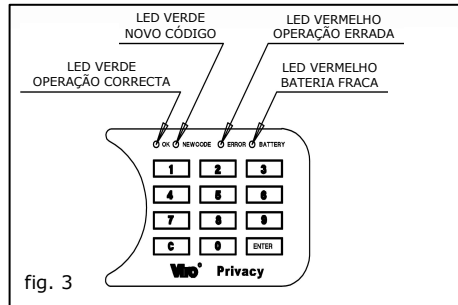

fig. 3
- Para verificar el funcionamiento de la caja fuerte presionar una cualquiera tecla; en los modelos **CASASICURA** se necesita oír un señal acústico; en los modelos **Privacy** el LED verde "OK" emite un centelleo corto (ver fig. 3).
5. Para verificar o funcionamento do cofre premir qualquer tecla: nos modelos **CASASICURA** deve ouvir-se um sinal acústico; nos modelos **Privacy** o LED Verde "OK" deve emitir um breve lampejo (ver fig. 3).